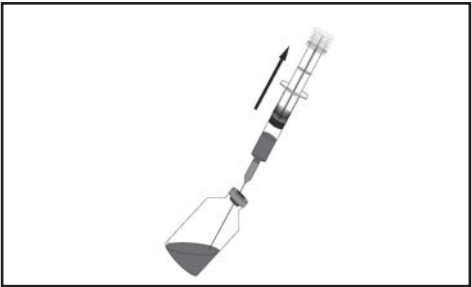

Abbildung 5a.
- 2.1 Die erforderliche Menge des Medikaments aus dem jeweiligen Behälter in die Beladungsspritze überführen, indem die Lösung mithilfe der angebrachten sterilen Nadel in die Beladungsspritze aufgezogen wird (Abbildung 5a). Für eine bessere Durchmischung eine kleine Luftblase (maximal 1 ml) in der Beladungsspritze belassen.